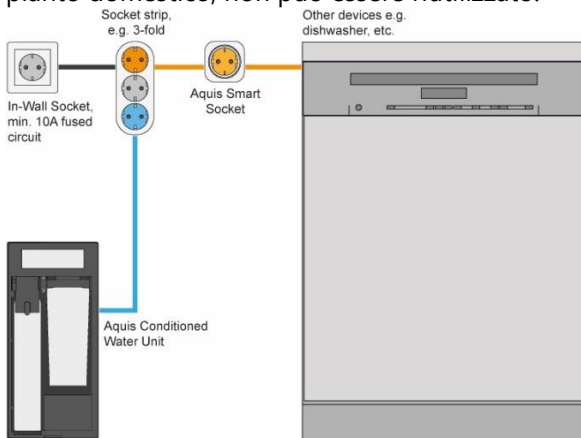

Figura 7: Collegamento con Smart Socket
- **Connessioni:** Per l'installazione del sistema NOBILI CCU / CWU sono necessari un allacciamento alla rete idrica e un circuito di alimentazione separato protetto da GFCI con un collegamento alla rete adeguato con fusibile di almeno 10 A e una tensione permanente di 230 VCA / 50 Hz. Le valvole ad angolo devono essere già installate. Se non è disponibile un collegamento elettrico separato e altri dispositivi, ad esempio una lavastoviglie, sono collegati allo stesso circuito di alimentazione, si consiglia di utilizzare un misuratore di potenza NOBILI ("Smart Socket") per proteggere il circuito di alimentazione da un carico eccessivo (vedere Figura 7). Utilizzare solo il cavo di alimentazione in dotazione collegato direttamente al sistema NOBILI CCU / CWU. Un cavo di alimentazione